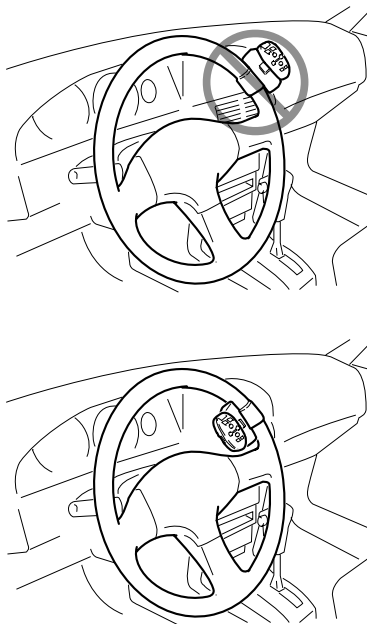

Abb. 7
- Bringen Sie dieses Gerät nicht am Außenumkreis des Lenkrads an, weil es dann die Fahrstabilität stören und dadurch einen Verkehrsunfall verursachen kann. Bringen Sie dieses Gerät wie gezeigt am Innenumkreis des Lenkrads an. (Abb. 7)